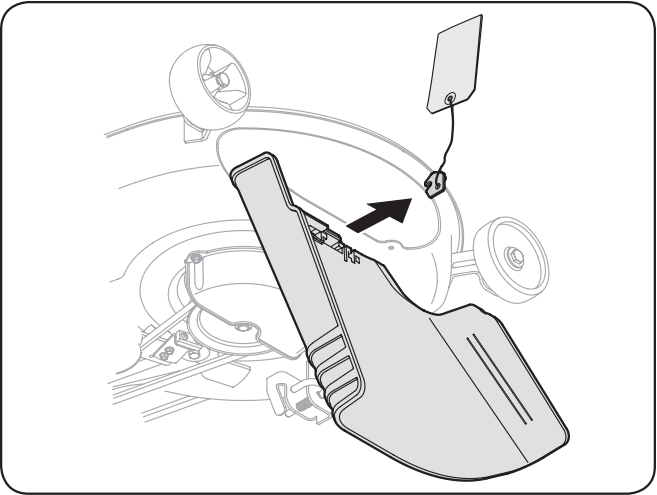

Figure 3-1
- 1. Repérez le support de la goulotte d'éjection et son étiquette d'avertissement sur la droite du plateau de coupe, Voir la Figure 3-1.